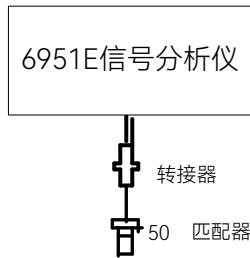

图7.13 显示平均噪声电平测试
- 1) 开机预热 30 分钟，按图 7.13 连接设备。选择 6951E 【频率】，设置起始频率为 1MHz，终止频率为 10MHz，选择 【带宽】，设置分辨率带宽为 10kHz，选择 【幅度】，设置参考电平为 -40dBm，低噪放设置为关。
- 3) 读出标记幅度值，按公式 (6) 计算并记录结果。结果应满足测试要求。